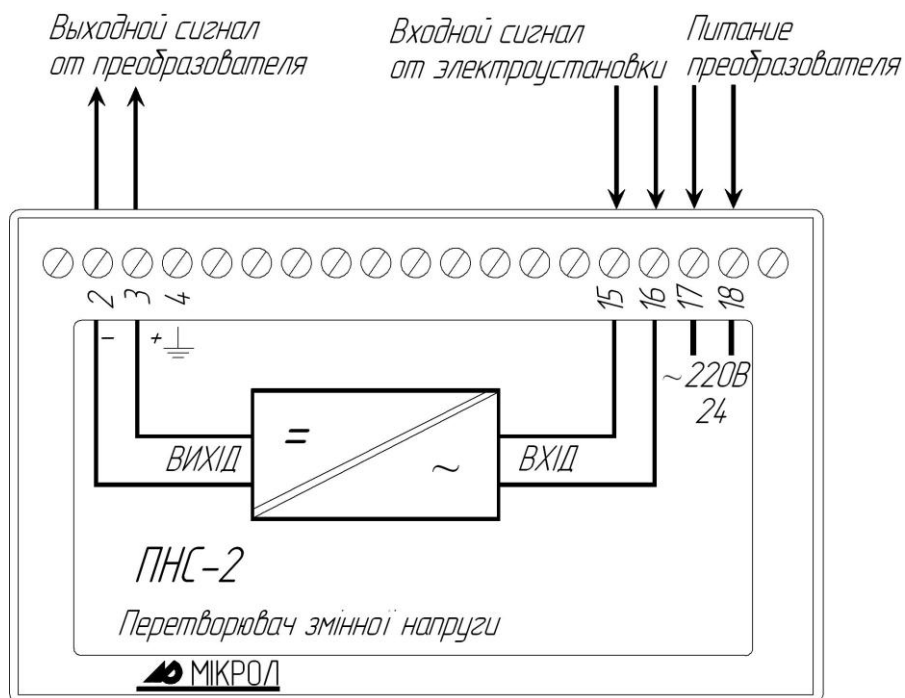

Рисунок 3.2 - Схема внешних соединений ПНС-2
3.2.4 Для переналадки преобразователя на другие входные/выходные сигналы используйте рисунок 3.2 и таблицы 3.1-3.3.